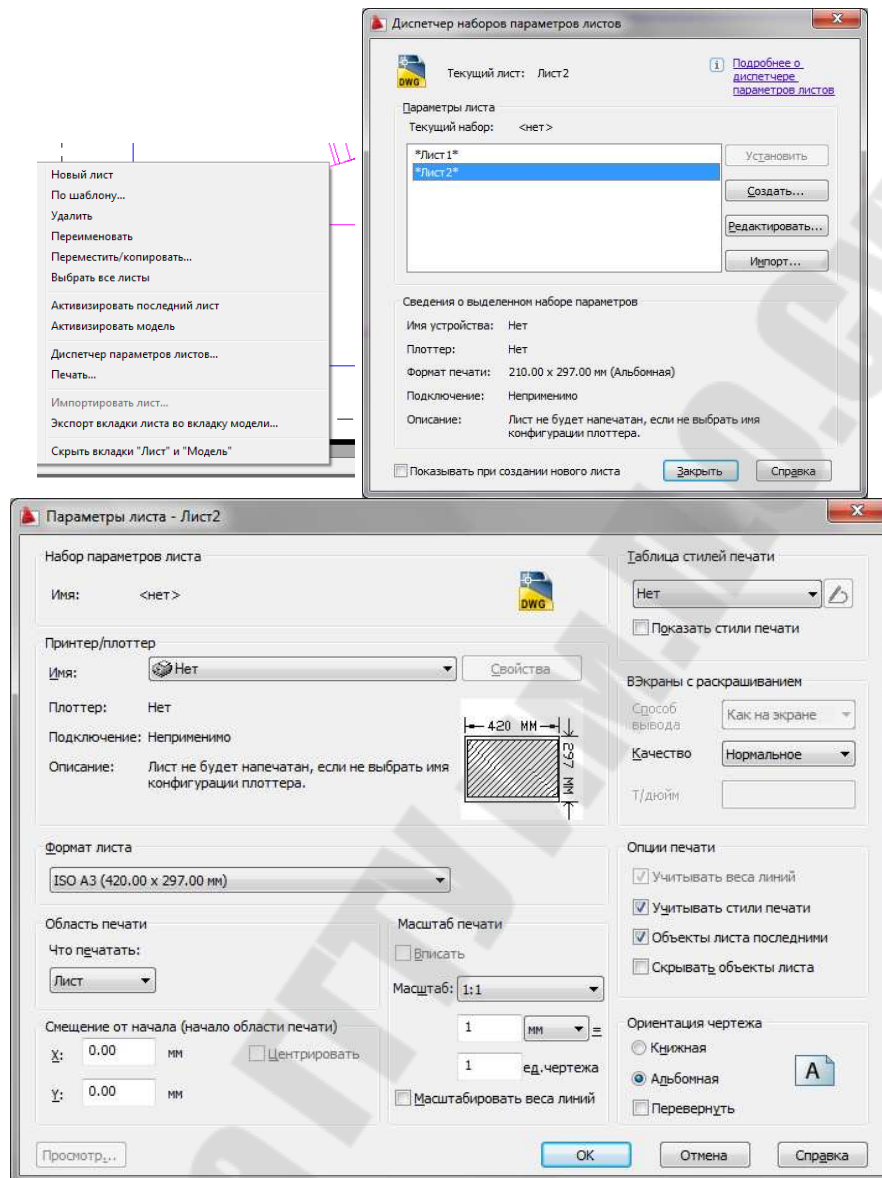

Рис. 9.13. – Диалоговое окно «Параметры листа»
3. Перейти в пространство листа: на вкладке, например Лист2 нажать ПКМ выбрать пункт Диспетчер наборов параметров листов, в новом диалоговом окне нажать кнопку Редактировать, в диалоговом окне «Параметры листа» выбрать из списка формата листа ISOA3 (420.00x297.00мм) (см рис. 9.13)